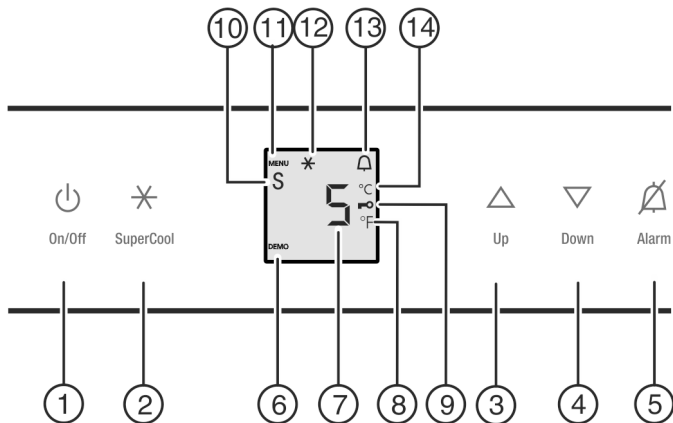

Fig. 2
- Taste On/Off Fig. 2 (1) drücken.
- Einstellmodus aktivieren: Taste SuperCool Fig. 2 (2) für ca. 5 s drücken.
- Das Symbol Menu Fig. 2 (11) leuchtet.
- Mit Einstelltaste Up Fig. 2 (3)/ Einstelltaste Down Fig. 2 (4) ° wählen.
- Bestätigen: Taste SuperCool Fig. 2 (2) kurz drücken.
- Einstellmodus beenden: Taste On/Off Fig. 2 (1) drücken.
- ▶ Einstellmodus aktivieren: Taste SuperCool Fig. 2 (2) ca. 5 s drücken.
- ▷ Das Symbol Menu Fig. 2 (11) leuchtet.
- ▶ Mit Einstelltaste Up Fig. 2 (3) und Einstelltaste Down Fig. 2 (4) **c** wählen.
- ▶ Die Taste SuperCool Fig. 2 (2) kurz drücken, um zu bestätigen.
- ▶ Zum Einschalten der Kindersicherung Taste SuperCool Fig. 2 (2) kurz drücken.
- ▷ Das Symbol Kindersicherung Fig. 2 (9) leuchtet. In der Anzeige blinkt **c**.
- ▶ Zum Ausschalten der Kindersicherung Taste SuperCool Fig. 2 (2) kurz drücken.
- ▷ Das Symbol Kindersicherung Fig. 2 (9) erlischt. In der Anzeige blinkt **c**.
- ▶ Einstellmodus deaktivieren: Taste On/Off Fig. 2 (1) drücken.
- ▶ Taste Alarm Fig. 2 (5) drücken.
- ▶ Um die Sabbath Mode Funktion aufzurufen: Taste SuperCool Fig. 2 (2) kurz drücken.
- ▶ **Zum Einschalten** des Sabbath Mode Taste SuperCool Fig. 2 (2) kurz drücken.
- ▶ **Zum Ausschalten** des Sabbath Mode Taste SuperCool Fig. 2 (2) kurz drücken.